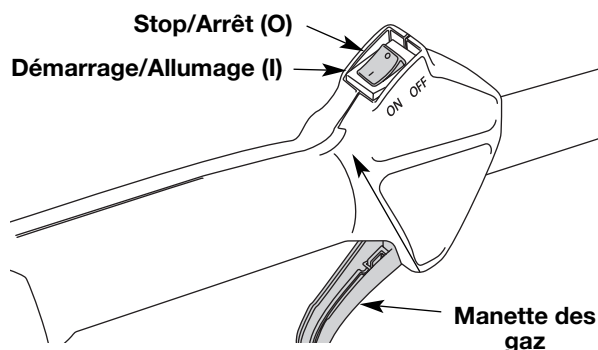

Fig. 11
**REMARQUE :** Il n'est pas nécessaire de faire démarrer la machine. La commande On/Off (Arrêt/Marche) est en position ON (I) en permanence (Fig. 11).